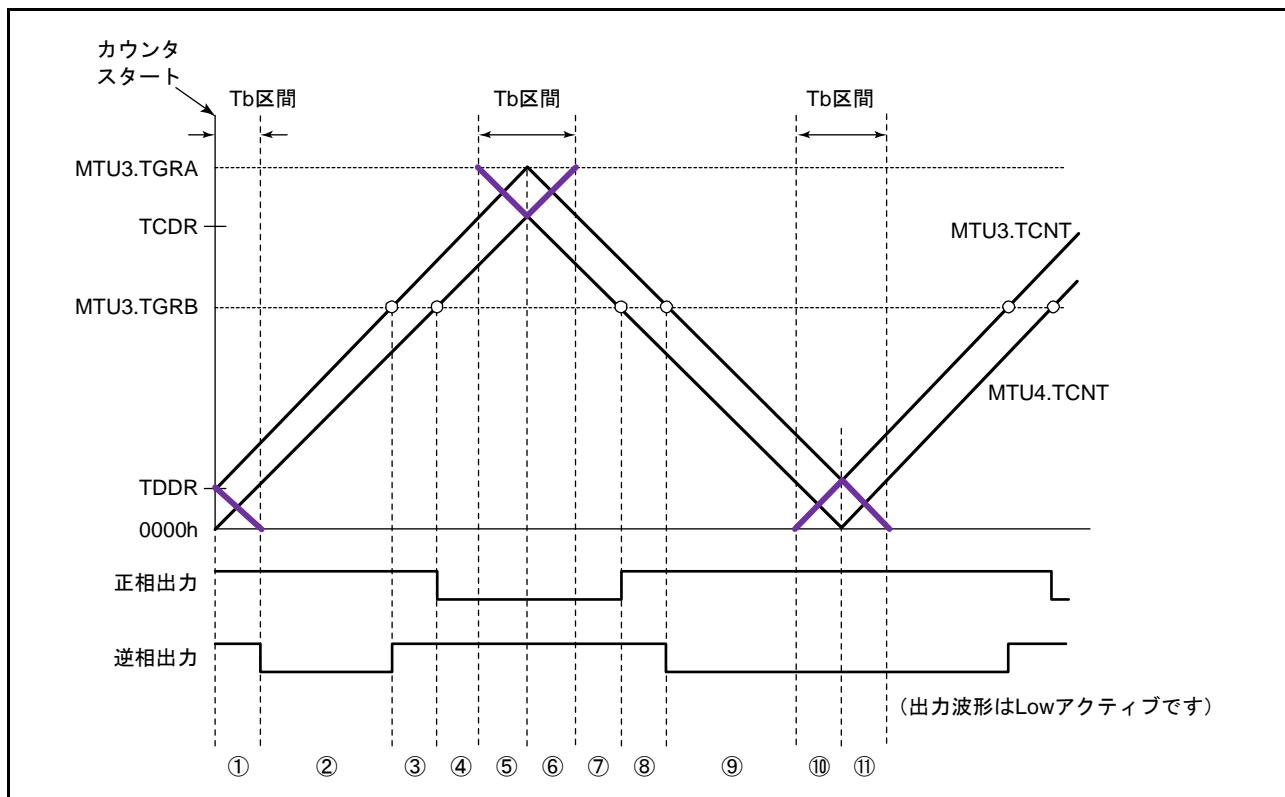

図 18.57 同期カウンタクリアタイミング (ユニット 0)
WRE ビットを “1” にすることで初期出力を抑止することができるのは、同期クリアが図 18.57 の⑩、⑪のような谷の Tb 区間で入ってきたときのみです。それ以外のタイミングで同期クリアが起こった場合は、TOCR1 レジスターの OLS ビットで設定した初期値が出力されます。また、谷の Tb 区間であっても、図 18.57 の①で示すカウンタスタート直後の初期出力期間で同期クリアが起こった場合には、初期出力の抑止は行いません。
(図 18.57 のタイミング③、MTU の TWCR レジスタの WRE ビット = 1) (ユニット 0)
(図 18.57 のタイミング⑥、MTU の TWCR レジスタの WRE ビット = 1) (ユニット 0)
(図 18.57 のタイミング⑧、TWCR レジスタの WRE ビット = 1) (ユニット 0)
(図 18.57 のタイミング⑪、TWCR レジスタの WRE ビット = 1) (ユニット 0)